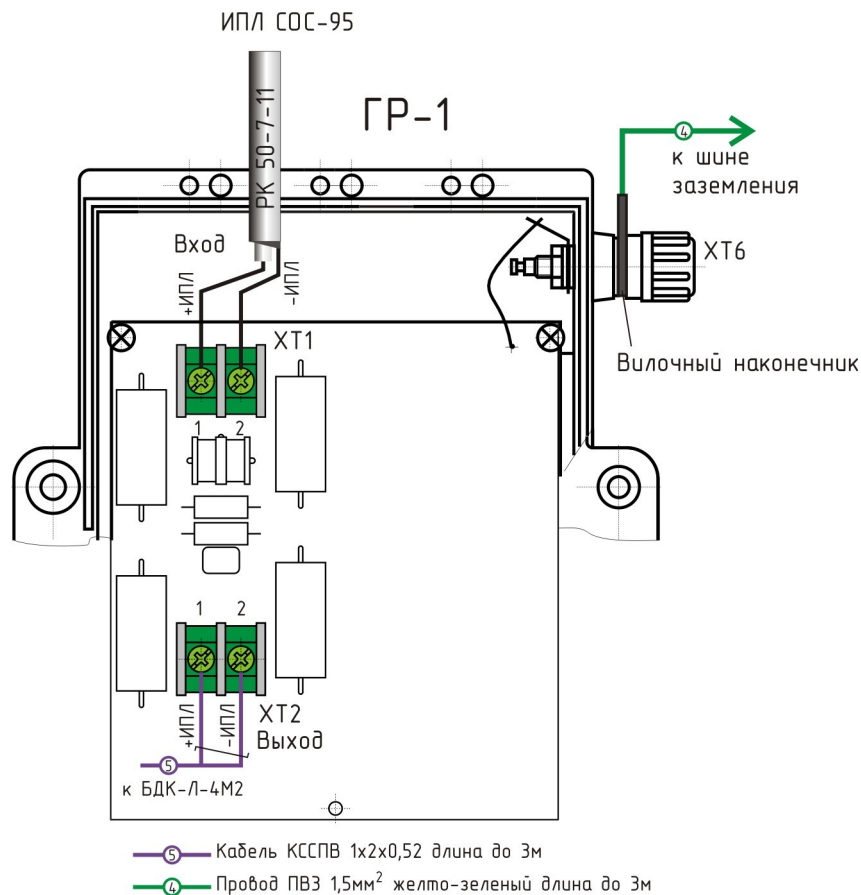

Рисунок 26 - Подключение блока грозозащиты ГР-1
6) Подключить блок ГР-1 к шине заземления проводом ПВЗ сечением не менее $1,5 \text{ мм}^2$ и длиной до 3 м (рисунок 26). Для оконцевания жил медного провода заземления ПВЗ установить вилочный наконечник и опрессовать его на проводе с помощью пресс-клещей.